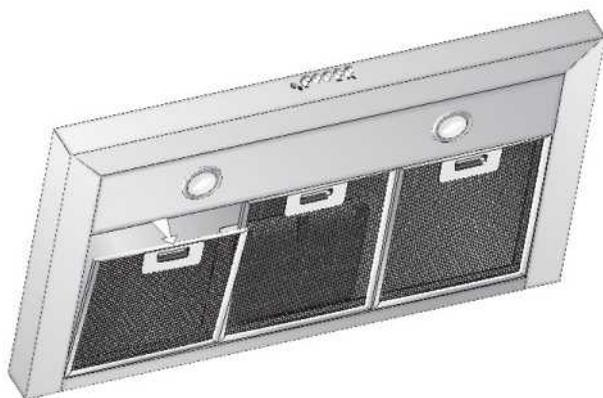

Fig. 1
- Per lo smontaggio agire sulle maniglie (Fig.1).